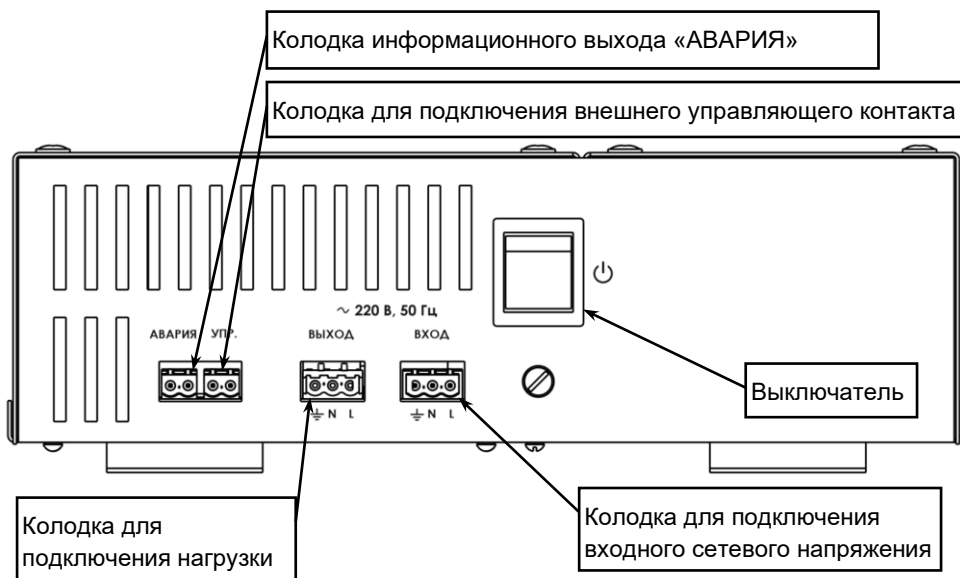
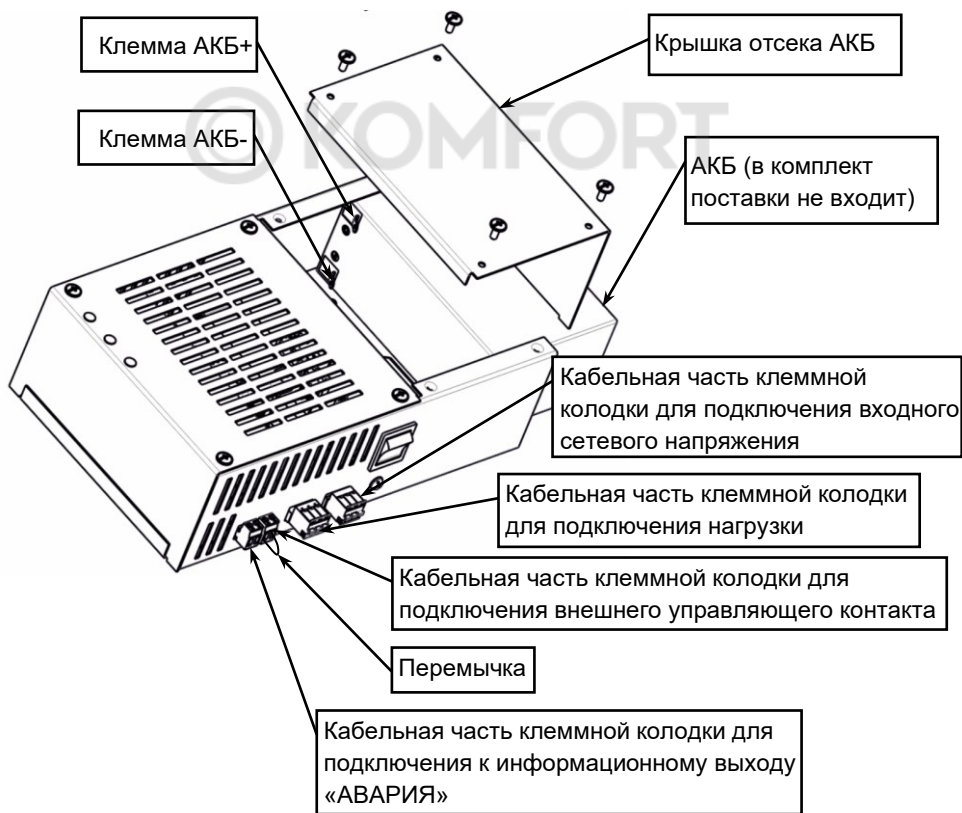

Рисунок 2 — Вид изделия со стороны подключения
Рисунок 3 — расположение АКБ и кабельных частей колодок
Включение изделия осуществляется выключателем  (см. рисунок 2). Клеммы колодки «УПРАВЛЕНИЕ» должны быть замкнуты внешним управляющим контактом или перемычкой (см. рисунок 3). После включения изделие в течение 20 секунд тестирует состояние входного сетевого напряжения, индикатор «РЕЗЕРВ» светится. Если уровень сетевого напряжения находится в допустимом диапазоне, изделие подключает нагрузку к источнику сетевого напряжения, индикатор «РЕЗЕРВ» гаснет, индикатор «ОСНОВНОЙ» включается. В противном случае изделие питает нагрузку от АКБ (режим «РЕЗЕРВ»).
- открыть корпус изделия, сняв крышку и разместить в нем АКБ (см. рисунок 3);
- подсоединить к кабельной части разъемной колодки «УПР» провода для подключения внешнего управляющего контакта или проводную перемычку (см. рисунок 3);
- подсоединить к кабельной части разъемной колодки «АВАРИЯ» провода для подключения к информационному выходу изделия (см. рисунок 3);
- Включить изделие выключателем (см. рисунок 2).